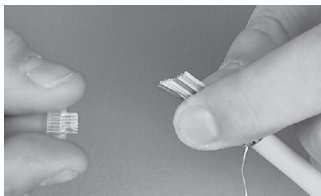

图4-48 插入分线器
10) 插入分线器。将8孔塑料分线器插入8芯网线,要求分线器有箭头的一面朝向自己,按照箭头方向插入8芯线。嵌入金属理线器中。最后沿塑料分线器端头剪掉多余网线。特别注意,塑料分线器有箭头的一面预留8个条形孔,方便水晶头8个插针穿过,如图4-48所示。如果装反,则无法压接,不能实现电气连接。